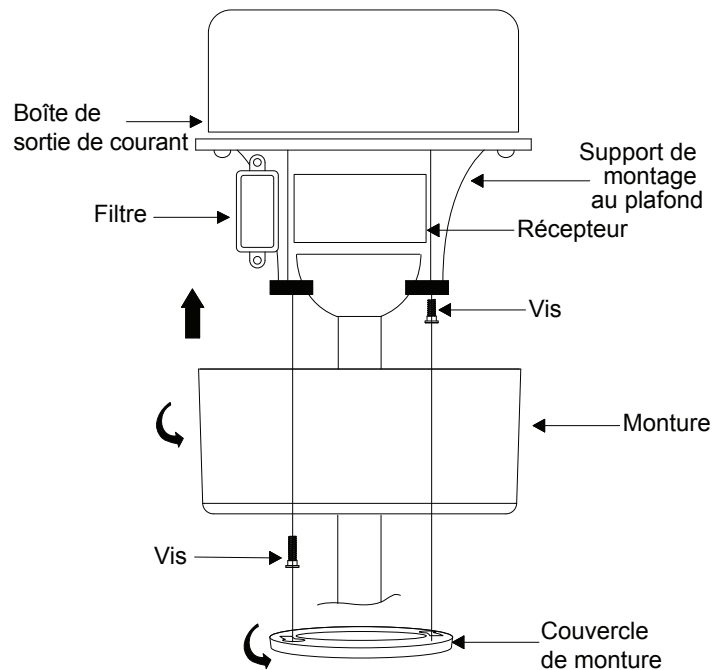

Fig. 15
**Étape 2.** Faites glisser la monture vers le haut jusqu'au support de montage et placez l'une des fentes en trou de serrure par-dessus la vis de montage du support de montage. Tournez la monture jusqu'à ce que la tête de vis se verrouille en place dans la section étroite du trou de serrure. (Fig. 15)